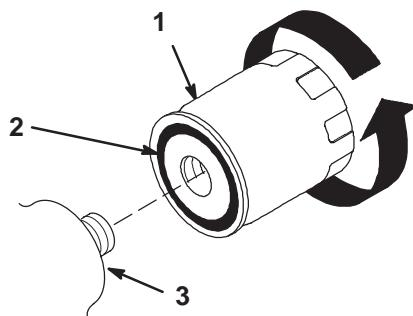

Figure 30
7. Appliquez une fine couche de liquide hydraulique sur le joint en caoutchouc du filtre de rechange (Fig. 30).
8. Montez le filtre de rechange sur l'adaptateur. Tournez le filtre dans le sens horaire jusqu'à ce que le joint rejoigne l'adaptateur, puis donnez 1/2 tour supplémentaire (Fig. 30).